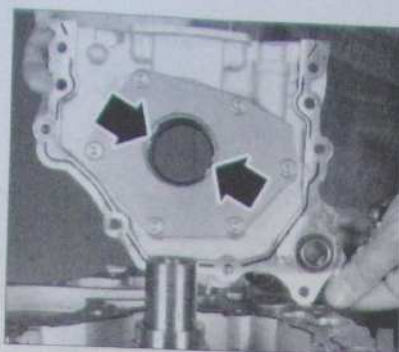

Fig. 17
• Engager la pompe à huile sur le vilebrequin en alignant les deux méplats de la pompe sur ceux du vilebrequin (Fig.17).